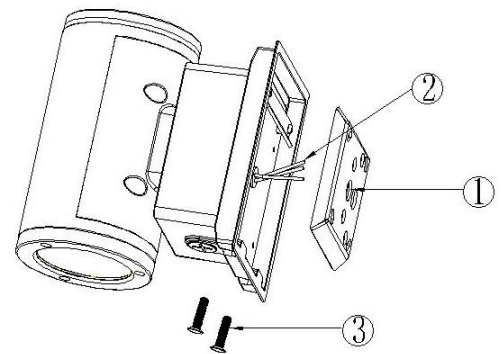

Fig. 1
WALL MOUNTING - Fig. 1
MONTAGE AU PLAFOND - Fig. 1
1. Installez la plaque de montage (1) sur la boîte de jonction au moyen de vis.
2. Suspendez le luminaire (2) à la plaque de montage (1) au moyen des languettes.
3. Servez-vous de connecteurs approuvés pour raccorder les fils du luminaire (3) aux fils d'alimentation et repoussez ces connecteurs dans la boîte de jonction Fig. 1.
4. Fixez le luminaire à la plaque de montage au moyen de vis de fixation (4).